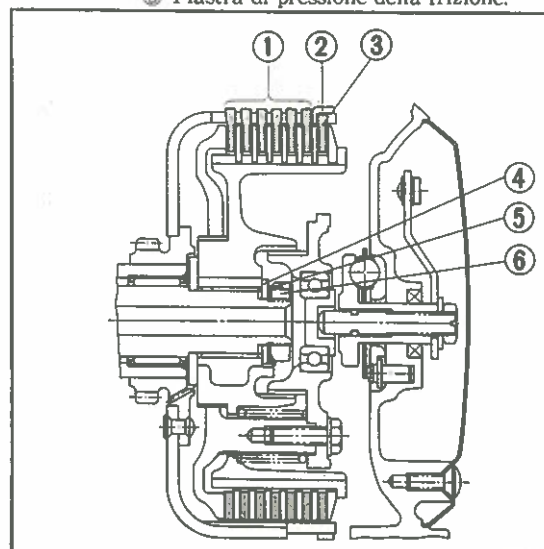

Fig. 3-137
1. Montare il tamburo centrale della frizione, la rondella elastica (parte bombata verso l'esterno), la rondella di sicurezza, ed il dado a ghiera, nell'ordine. Serrare mediante l'apposita chiave a T (attrezzo n° 07086-30001) a una coppia di 4,5-5,0 kgm. Riferirsi alla fig. 3-137 per l'installazione della rondella elastica.